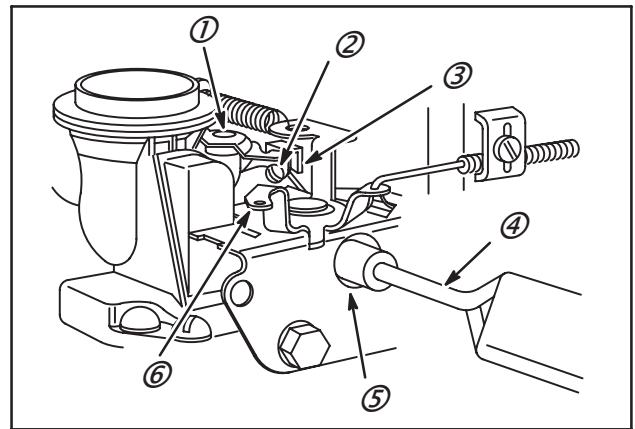

Fig. 57
1. Placer la commande de gaz (6) en position FAST (rapide).
2. À l'aide de l'outil (4), tourner la vis de richesse (5) jusqu'à ce que le moteur ralentisse (réglage pauvre) puis desserrer la vis de 3/8 de tour (réglage riche), Fig. 57.
3. Tourner le papillon (1) en sens anti-horaire et le maintenir en butée.
4. Régler la vis de régime (2) pour obtenir 1750 Tr / mn.